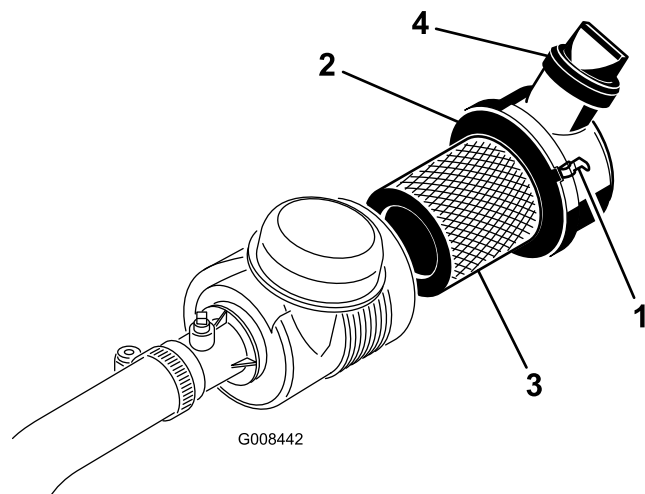

Figura 32
1. Rilasciate i dispositivi di fermo che fissano il coperchio del filtro dell'aria al corpo del filtro (Figura 32).
7. Accertate che i fermi fissino il coperchio del corpo (Figura 32).